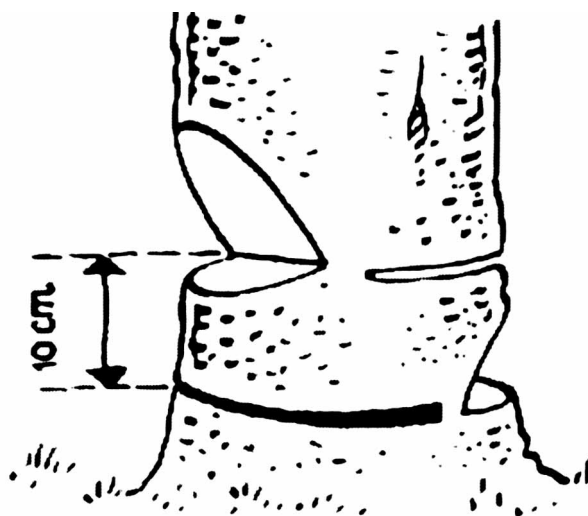

FIG. 077
- Cuando el empujar no resulte, efectuar un nuevo corte, en el que la muesca, este en dirección a la inclinación. **FIG. 077**